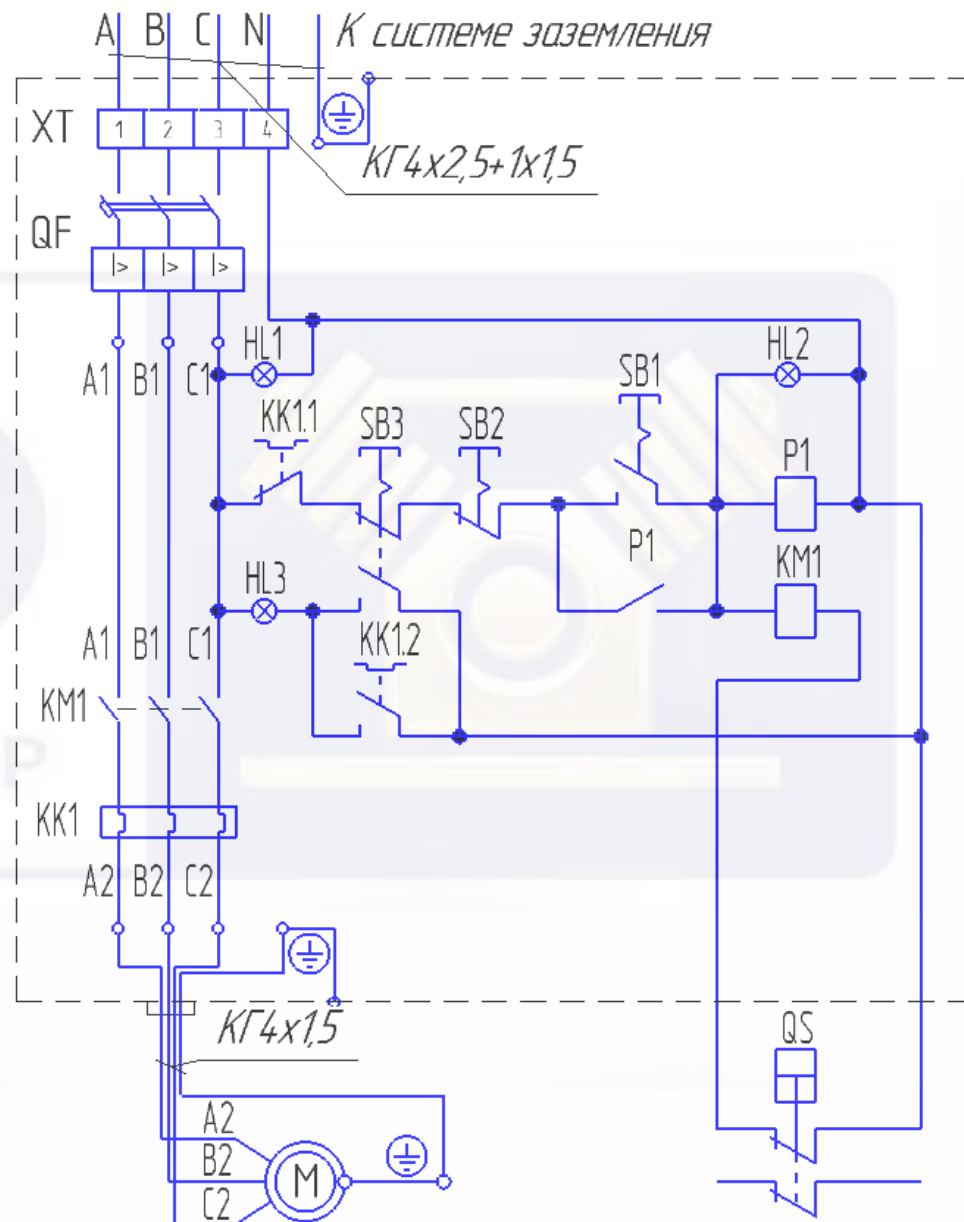

Рисунок 3 – Схема электрическая принципиальная (подключение шкафа к электродвигателю компрессора)
6.8 Разводку подводящих проводов к компрессору произвести в соответствии «Правилам технической эксплуатации электроустановок потребителей», согласно схемы электрической принципиальной (рис. 3).